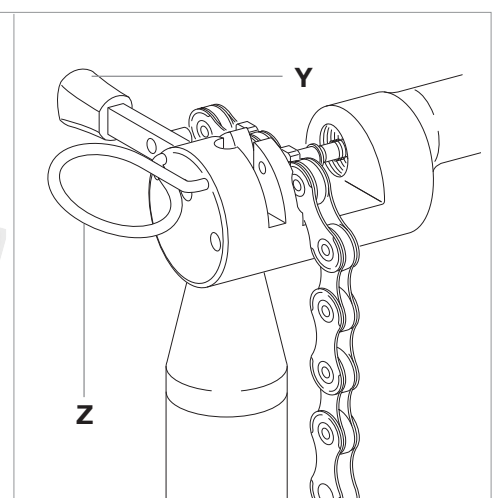

Fig.10
- Bloccare la maglia con l'apposito dispositivo di blocco (Z - **Fig. 10**).
- Verificare che la linguetta dell'utensile **UT-CN400** sia in posizione esterna (Y - **Fig. 10**).